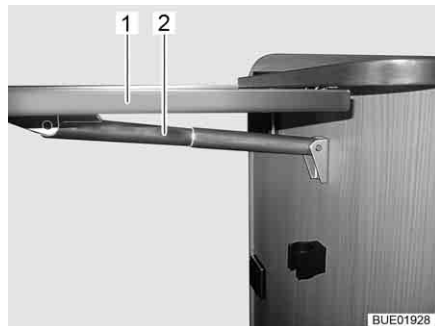

Fig. 26 Tavolo ribaltabile su bancone
- Afferrare in basso il tavolo ribaltabile su bancone (Fig. 26, 1) e tirandolo leggermente estrarlo dall'incastro.
- Orientare il piano del tavolo verso l'alto, fino all'aggancio dell'elemento di fissaggio del supporto telescopico (Fig. 26,2). Rilasciare il piano del tavolo.